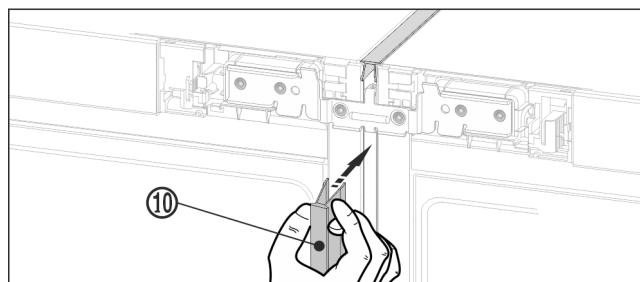

Fig. 21
- Sul lato anteriore premere il listello superiore Fig. 21 (10) lungo nella fessura verticale. Assicurarsi che il listello poggi sulla lamiera di collegamento.